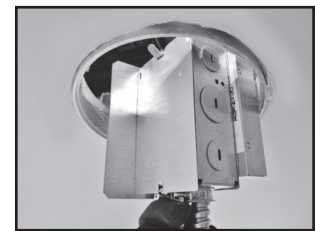

Figura 16
- Coloque la unidad del controlador adaptador a través de la abertura del techo/alojamiento (Figura 16).